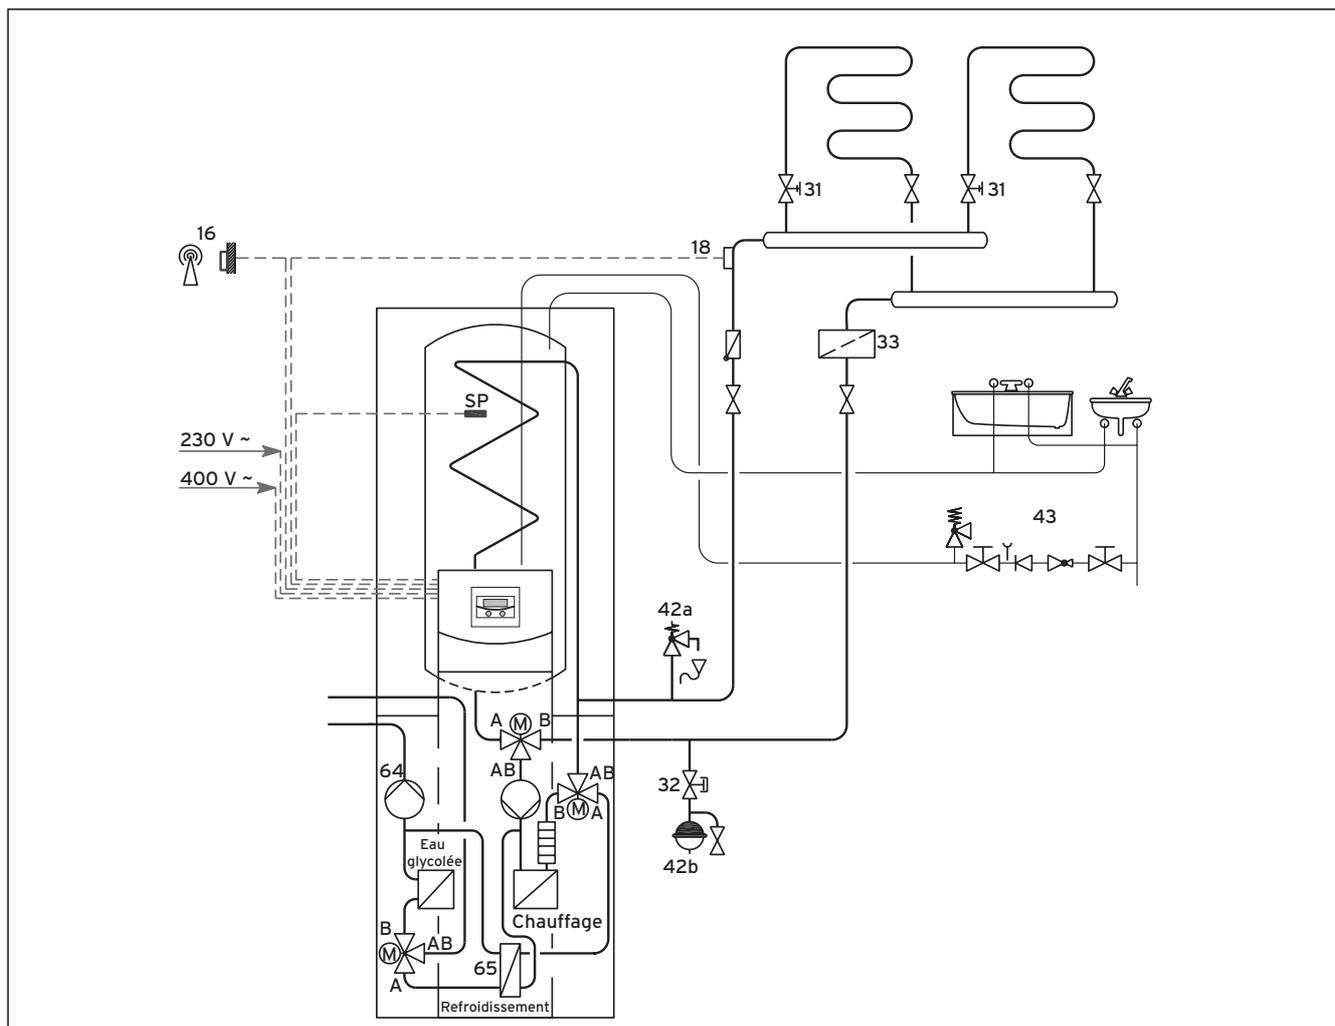

Fig. 6.9 Schéma hydraulique 6
Légende de la fig. 6.9
- Raccordez le câble d'antenne ou de téléphone (3) au vrnetDIALOG (reportez-vous également à la notice de ce dernier). Ces câbles ne doivent en aucun cas passer à travers la pompe à chaleur.
- Introduisez les deux protections latérales (fig. 6.9, pos. **1** et **2**) dans la partie inférieure du châssis de la pompe à chaleur et poussez-les en les faisant glisser. Vissez-les ensuite à l'aide de quatre vis de fixation.